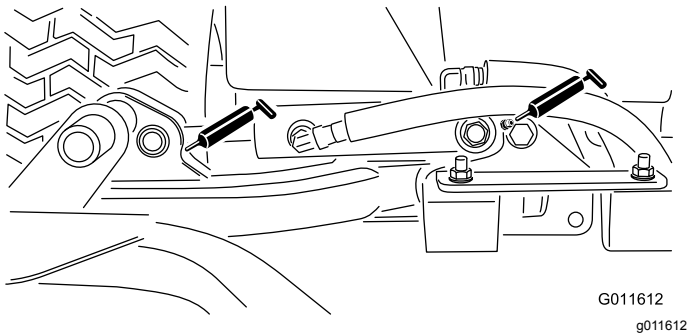

Figura 61
- Cilindros del brazo de elevación de la unidad de corte (2 en cada)—Figura 61
- Pivotes del brazo de elevación (1 en cada)—Figura 61